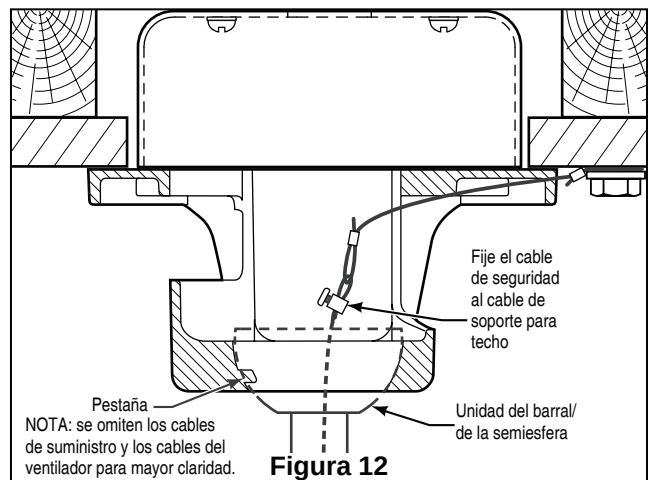

Figura 12
4. Levante cuidadosamente el ventilador y coloque el ensamble de la bola para colgar/varilla en la abrazadera para colgar que acaba de fijar a la caja de salida. Asegúrese de que la ranura de la bola esté alineada con la lengüeta de la abrazadera para colgar. (Figura. 12)
- ☐ 5. Fije el cable de seguridad al cable de soporte para techo. Deslice la abrazadera de cables por el cable de seguridad (del ventilador). Pase el extremo del cable a través del aro que forma el cable de soporte para techo. Tire lo más posible del cable a través del aro. Inserte el extremo del cable en el orificio de la abrazadera y ajuste firmemente el tornillo. (Figura 12)